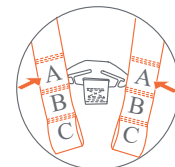

Fig. 34-2
- Asegúrese de que los extremos de la correa del arnés estén completamente enganchados en la placa de metal. Ambos lados deben roscarse en la misma posición, posición A (Fig. 34-2).